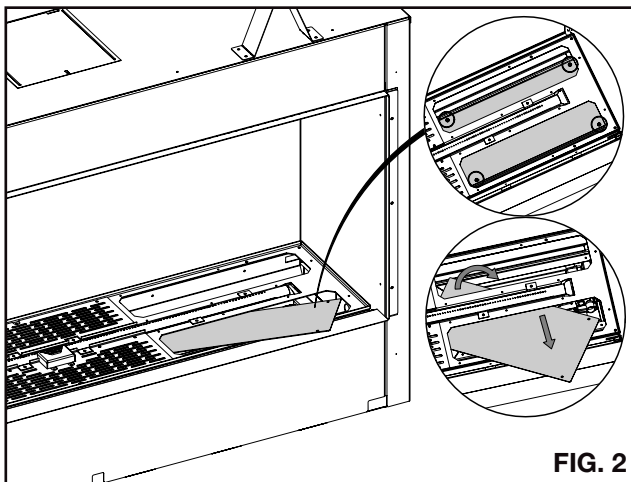

FIG. 2
2. Assemblez l'interrupteur de commande (FIG. 2).
5. Dévissez les 4 vis qui fixent le couvercle de la boîte de composants. Tournez et inclinez le couvercle pour le retirer. (FIG. 2)